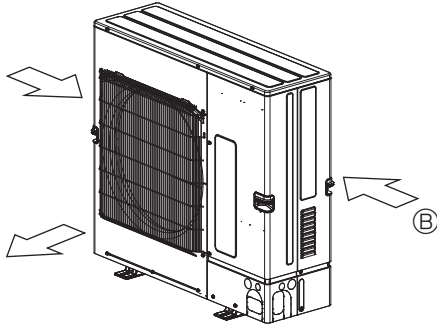

Fig. 2-6
- ③ Cihazın konumunu, mümkünse, hava çıkışından gelen havanın, mevsimsel rüzgarlarının yönüne dik gelmesini sağlayacak şekilde seçin. (Fig. 2-6)
- ④ Rüzgarın yönü